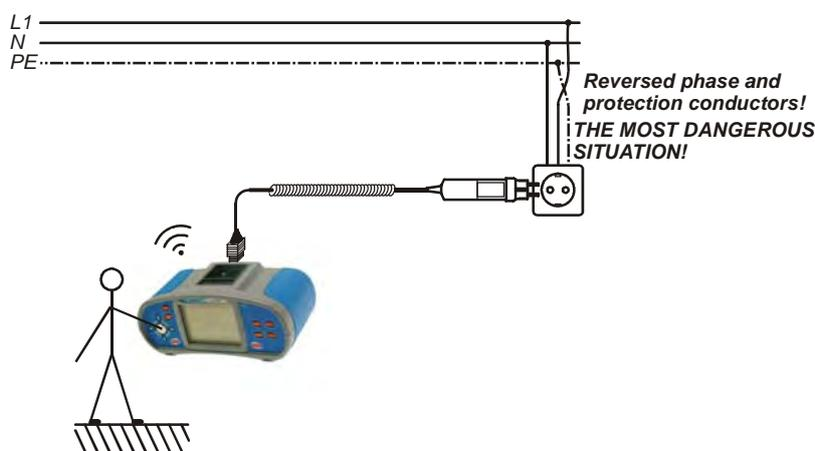

Abb. 5.42: Anschluss des Taster-Steckers an die Netzsteckdose mit vertauschten L- und PE-Leitern
- Schließen Sie die Prüfleitungen an die zu prüfende Anlage an (siehe *Abb. 5.42* und *5.43*).